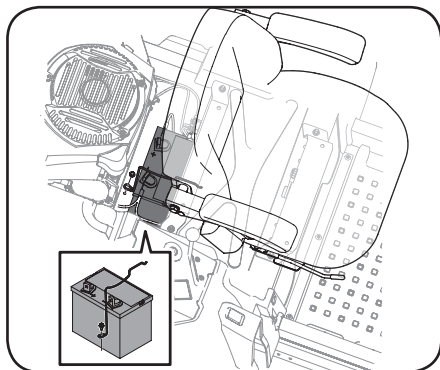

Figure 4-5
- Retirez le boulon hexagonal qui fixe la tige de retenue de la batterie au châssis. Faites pivoter la tige de retenue de la batterie vers le haut et retirez la batterie. Voir Figure 4-5.